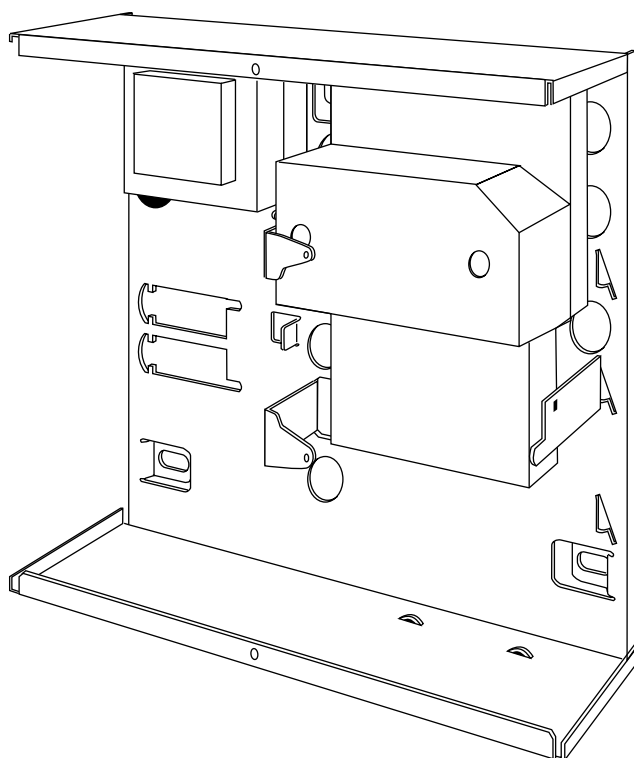

Figure 13. Installation d'un transmetteur externe dans une Combi-box Junior
3. Positionner le transmetteur entre ces attaches en s'assurant que le circuit imprimé pourra correctement être remis en place (se reporter à la figure 13).